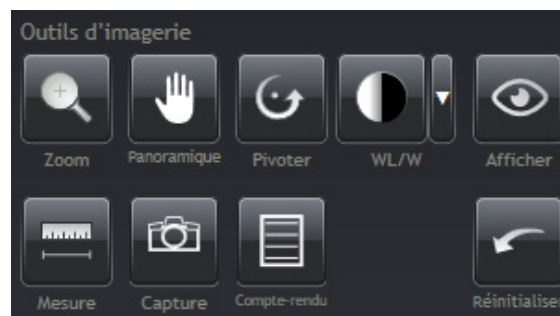

Figure 3-12 : Volet « Outils d'imagerie ».
La partie centrale gauche de l'écran **Définir les cibles** affiche le volet « Outils d'imagerie » qui comprend huit (8) outils d'imagerie et un outil **Compte-rendu** (également disponible en tant que sélection **Créer un compte-rendu** dans le menu **Étapes**) (Figure 3-12).
Le volet « Outils d'imagerie » affiche des icônes pour les outils suivants (Figure 3-12) :